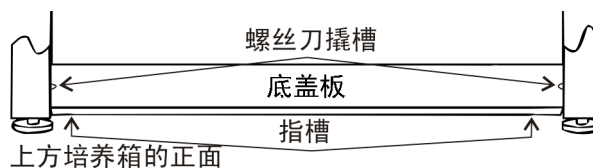

图 1-4. 卸除底盖板
1. 指定一台培养箱作为上方装置，另外一台作为下方装置。使用装置底部的指孔或者一字螺丝刀去除上方设备的底盖板（图 1-4）。